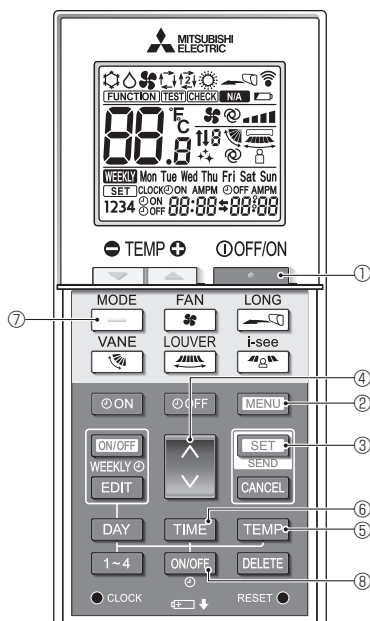

Fig. 7-11
1. Druk op de toets **STOP** ① om de airconditioner te stoppen.
2. Druk op de toets **MENU** ②.
Het functie-instellingsscherm wordt weergegeven en het functienummer (A) knippert. (Fig. 7-11)